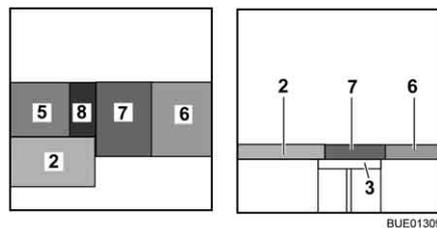

Fig. 135 Después de la transformación
- Colocar el cojín del asiento (Fig. 135,7) en el centro.
- Colocar el cojín del respaldo (Fig. 135,6) entre el cojín del asiento y la pared.